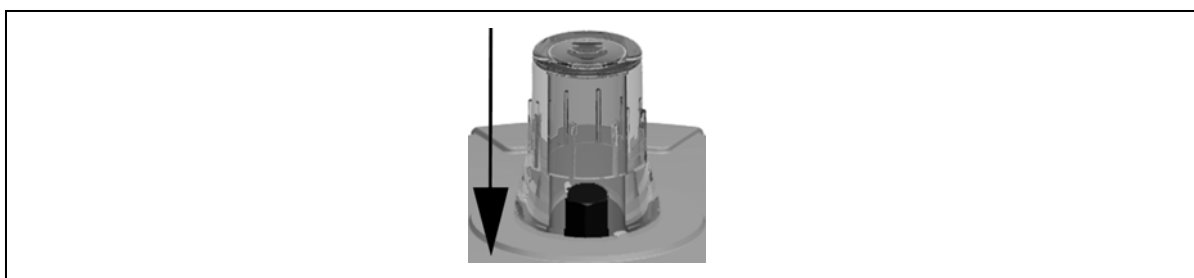

Fig. 22
- Au démontage : Mettre le servomécanisme en position „fermée“, voir Fig. 22